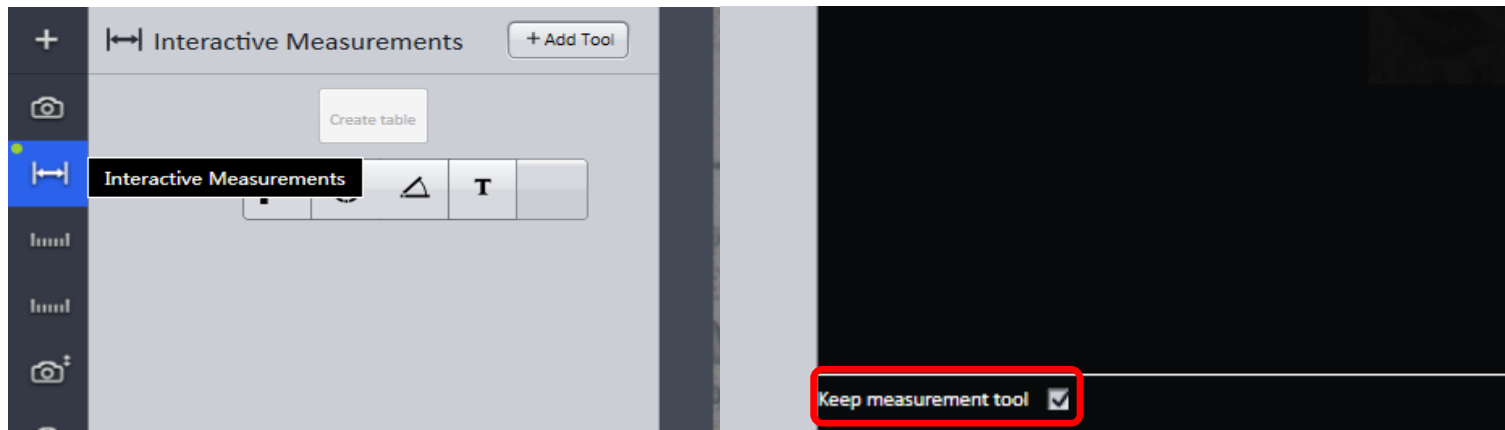

图 6-8 图像测量
6.6.2 点击软件左侧的 Interactive Measurements 进行图像测量, 点击 Add Tool 即可添加不同的测量方式来测量, 如直线, 按住鼠标左键在图像上拖动即可。注意: 在 Add Tool 对话框中, 左下角的 Keep Measurement Tool, 若选中后面的对话框, 则当选择某一种测量方式时, 软件会一直保持这种测量方式, 即重复测量, 若取消对话框, 则只是一次测量。如图 6-8